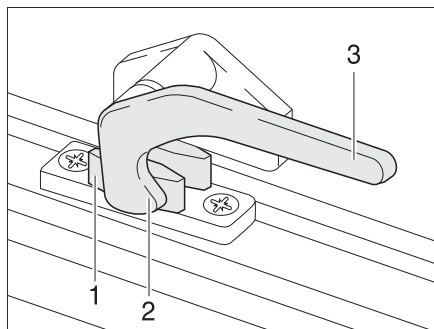

Fig. 41 Palanca de bloqueo en la posición de "cerrado"
- Girar la palanca de bloqueo (Fig. 41,3) un cuarto de vuelta hacia la mitad de la ventana.
- Girar la palanca de bloqueo (Fig. 41,3) un cuarto de vuelta hacia el marco de la ventana. El saliente de bloqueo (Fig. 41,2) se encuentra en la cara interior del bloqueo de la ventana (Fig. 41,1).
- En la posición "cerrada fijamente" (Fig. 41).